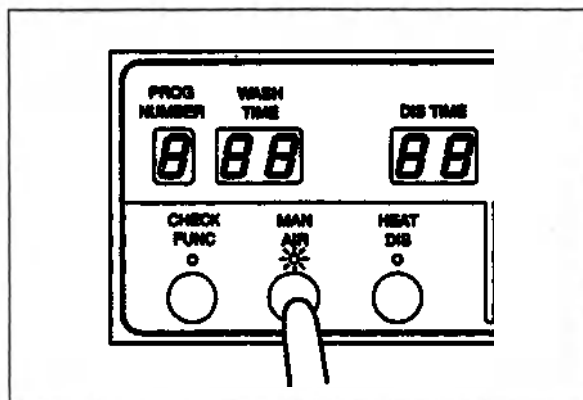

Рис. 5.16
2. Нажмите кнопку «MAN AIR» на вспомогательной панели управления (см. рис. 5.16).